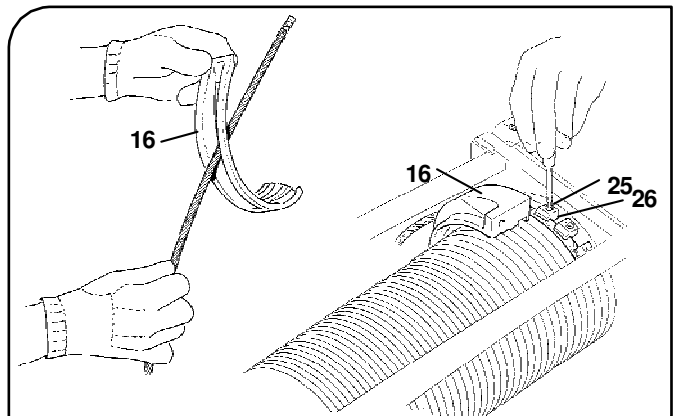

Abb. 197
4. Führen Sie das neue Seil in den Schlitz des Halbrings **-16-** ein und befestigen Sie das Seilende mit den drei Seilklemmen **-26-**, indem Sie die entsprechenden Schrauben **-25-** fest anziehen (Abb. 197).